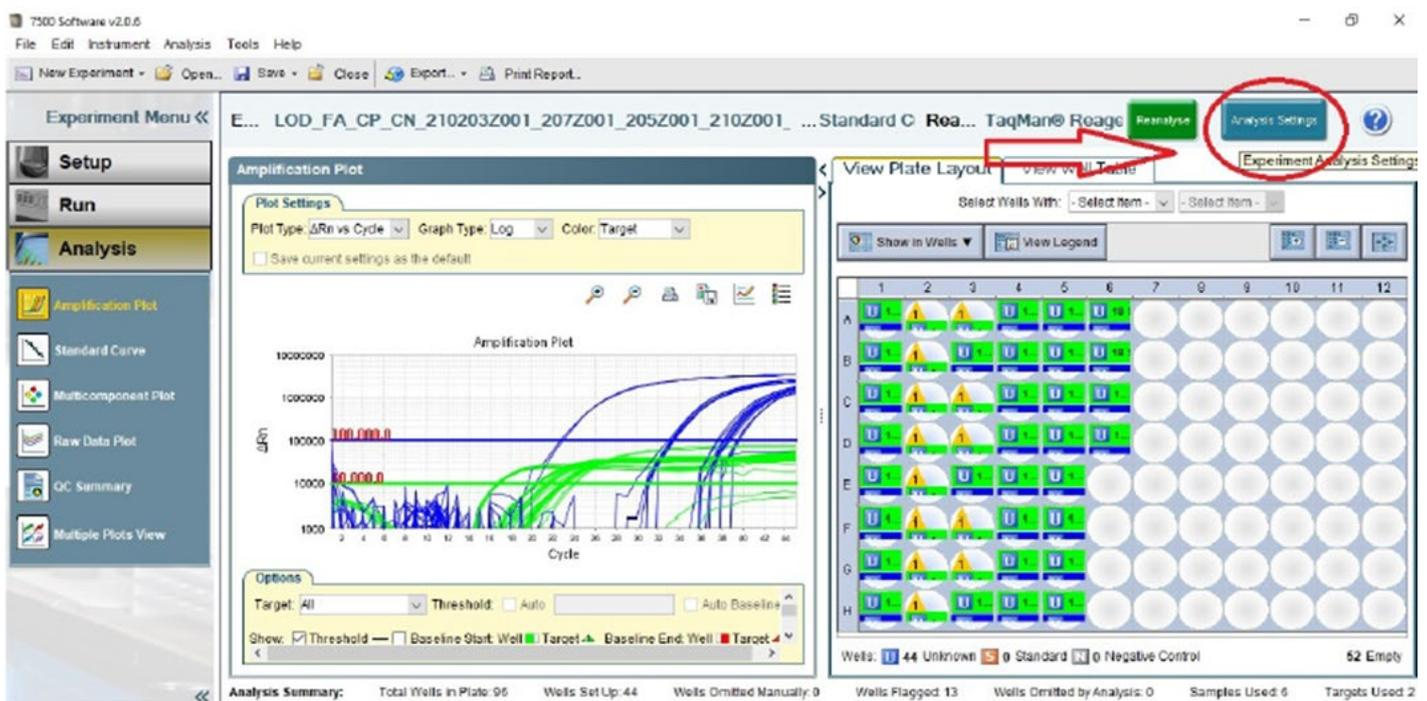

Figura 08: Botão Analysis Settings na seção Analysis.
- No menu Analysis, selecionar Analysis Setting (conforme indicado na figura 08).
- Uma janela de configurações de análise abrirá, conforme Figura 08. Nessa janela, na aba Ct settings, desafixar os itens Use Default Settings, Automatic Threshold e Automatic Baseline para cada alvo e inserir os valores representados na Tabela 04;